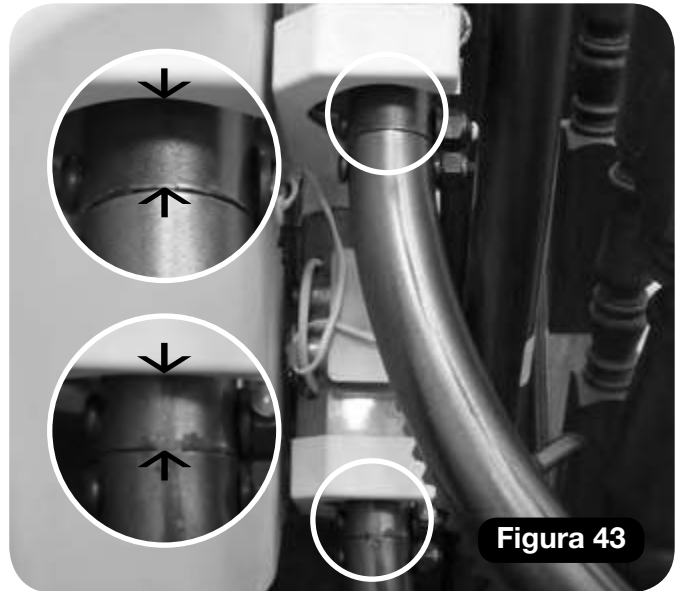

Figura 43
**Nota:** Asegúrese de que los muñones superior e inferior están correctamente conectados a los dientes correspondientes en la parte superior e inferior del riel (**Figura 43**).